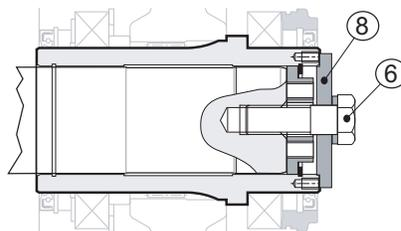

Fig. 16
Sostituire la barra (pos. 4) con la vite (pos. 6), serrandola a fondo, applicando una forza come da Tabella 4: Coppie di serraggio (pag. 19), utilizzando inoltre un freno filetti medio (vedi Fig. 16 (pag. 26)).